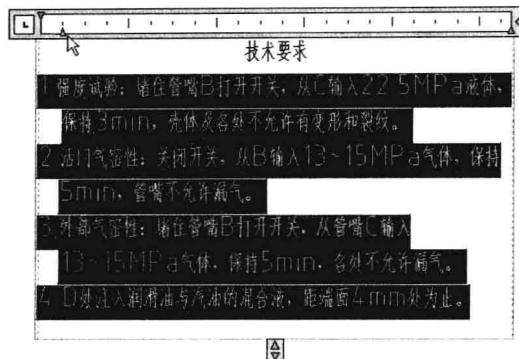

图 5-2-10
- (5) 选择文字，使其反黑显示，单击并向右移动标尺上的段落“悬挂缩进”按钮△，修改段落排式，如图 5-2-10 所示。